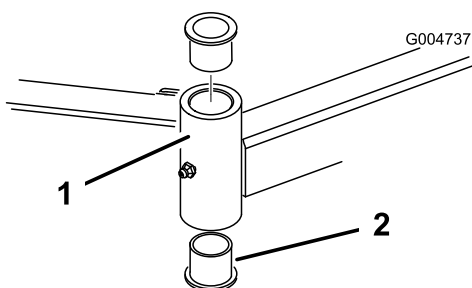

Figura 88
4. Inserite un punteruolo nella parte superiore o inferiore del tubo di fissaggio, e spingete la boccola fuori del tubo (Figura 88). Estraete dal tubo anche l'altra boccola. Pulite l'interno dei tubi di fissaggio.